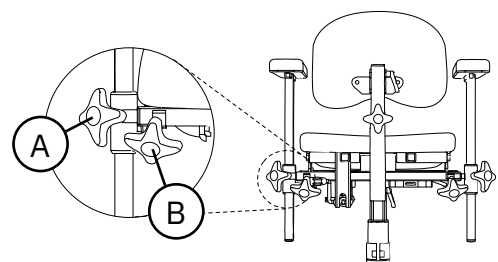

Abb. 5.34. PLUS-Armlehnen.
Bei PLUS-Armlehnen können Höhe (A) und Breite (B) angepasst werden, siehe Abb. 5.34.